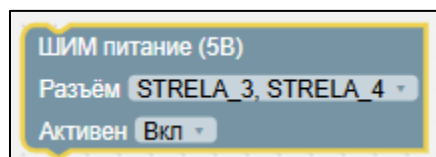

Рисунок 72 – Блок «ШИМ питание (5В)»
- 2) Блок «ШИМ питание (5В)» (см. Рисунок 72) – активирует или деактивирует генерацию ШИМ-сигнала на предварительно сконфигурированном канале.